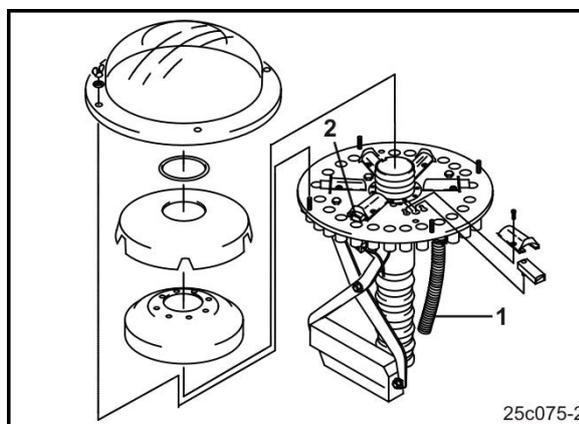

Fig. 145
- Los tubos de llegada (Fig. 145/1) de la reja de carriles deben estar fijados a las aberturas de los cabezales repartidores que los pasadores (Fig. 145/2) pueden cerrar. Si es necesario, deberán cambiarse entre sí los tubos de llegada.
Para crear dos carriles, los pasadores (Fig. 145/2) en el cabezal repartidor pueden cerrar por carril:
- Desactive los pasadores (Fig. 145/2) que no necesite.